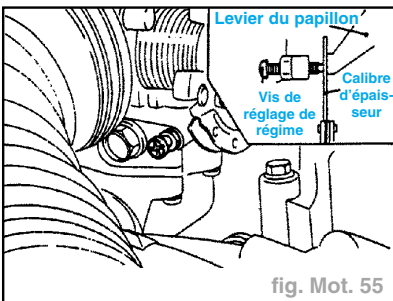

fig. Mot. 55
- Introduire un calibre d'épaisseur de 0,65 mm entre la vis de réglage de régime préréglée et le levier de papillon des gaz (fig. Mot. 55).